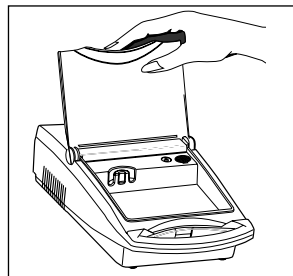

Figure 1
2. Ouvrir la porte du compartiment de rangement **Figure 1**.